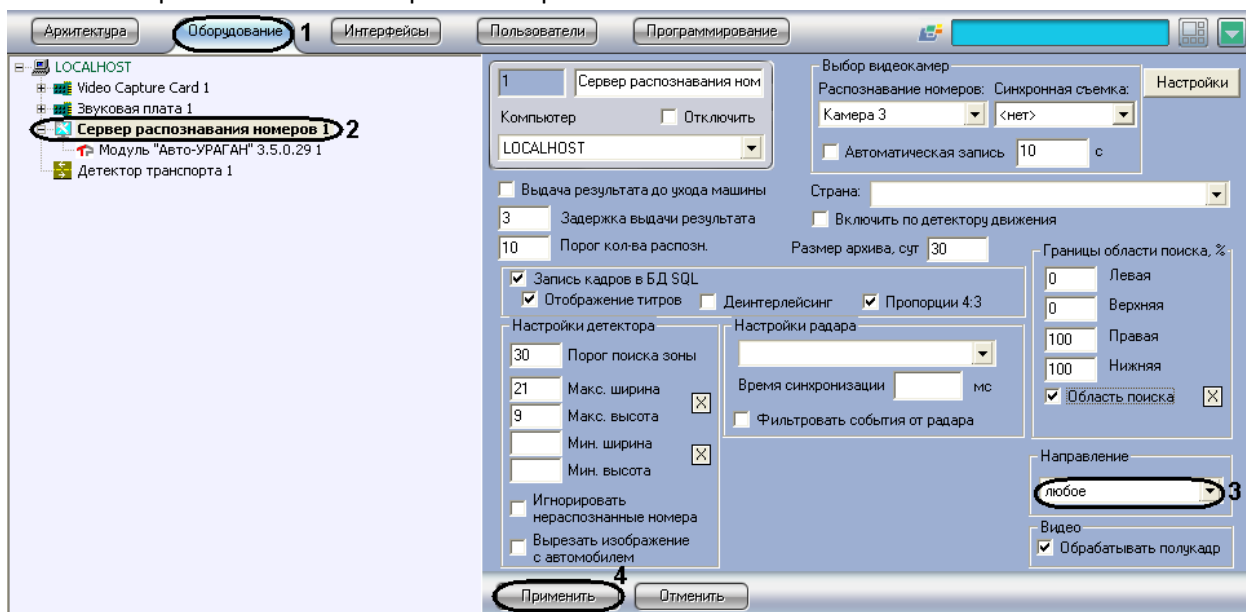

Рис. 7.2—24. Выбор направления движения транспорта для распознавания номерных знаков
1. В диалоговом окне «Настройка системы» перейти на вкладку «Оборудование» (см. Рис. 7.2—24, 1).
2. В дереве объектов на вкладке «Оборудование» выбрать объект «Сервер распознавания номеров», соответствующий активированному программному модулю «Авто-УРАГАН 3.5.0.29» (см. раздел «Активация программного модуля, используемого для распознавания номеров», Рис. 7.2—24, 2). В правой части вкладки «Оборудование» отобразится панель настройки выбранного объекта.
3. Выбрать из списка направление движения транспорта относительно видеокамеры, в котором требуется вести распознавание номеров (см. Рис. 7.2—24, 3).
4. Нажать кнопку «Применить» (см. Рис. 7.2—24, 4).